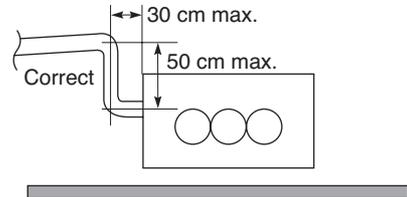

Fig. 3-66
- **Si vous devez rehausser le tube d'évacuation, il peut être surélevé de 50 cm maximum, pas plus, sinon vous provoquerez des fuites d'eau. (Fig. 3-66)**